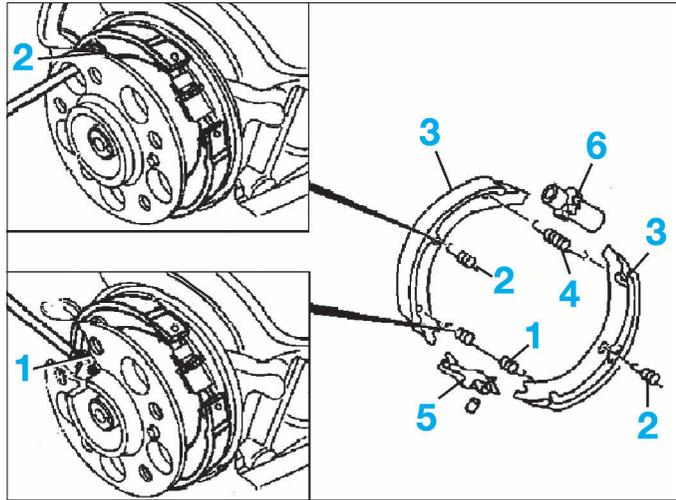

FIG. 8
- le ressort de rappel AR (1) (Fig.8).